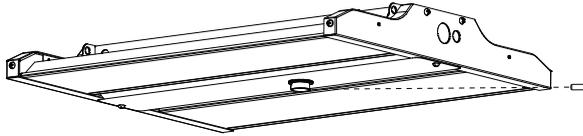

FIG. 1
1. Retirez la vis de réglage du réceptacle rond c-Max™ USB-C (voir FIG. 1).